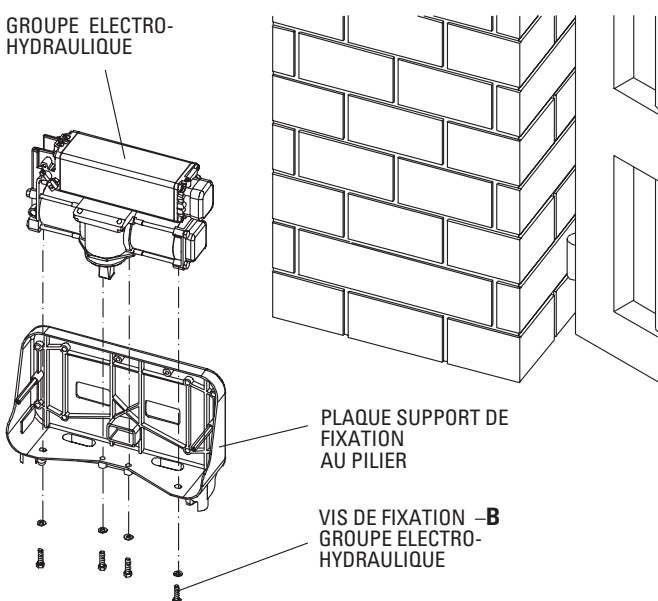

FIG. 5
- Pour ôter le **Group Moteur Electrique – Vérin Hydraulique** de la plaque de support, dévisser les quatre vis –B qui se trouvent sous la plaque de fixation (Fig.5)